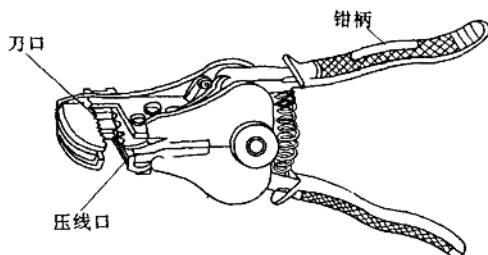

图 2-6 剥线钳
(5) 剥线钳 用来剥削截面在 6mm^2 以下的塑料或橡胶电线的绝缘层（图 2-6）。由钳头和手柄两部分组成。钳头部分由压线口和切口构成。分有直径为 $0.5\sim 3\text{mm}$ 的多个切口，以适用于不同规格的芯线。使用时，必须将电线放在大于其芯线直径的切口上切割，否则会切伤芯线。